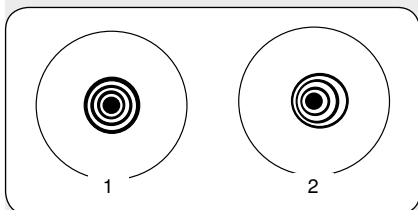

Рис. 32: Изображение при выравнивании по звезде: корректное (1), некорректное (2)
5. Медленно наводите и убирайте фокус, пока не увидите несколько дисков, окружающих центр звезды. Если шаги 1–3 выполнены правильно, вы увидите концентрические (центрированные относительно друг друга) круги (1, рис. 32).
При неправильной юстировке получатся продолговатые или вытянутые круги (2, рис. 32). Отрегулируйте 3 винта на корпусе главного зеркала так, чтобы круги стали концентрическими.